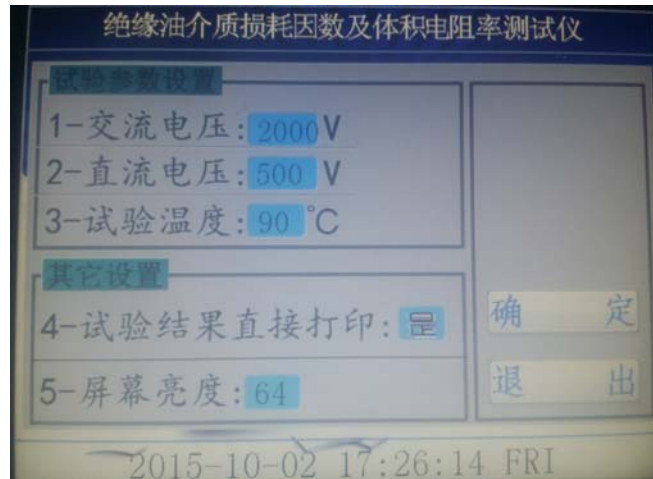
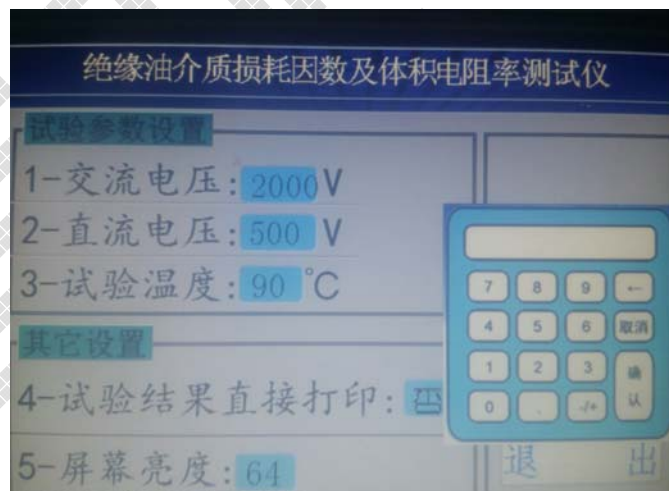

图 4
图 5
3、在图 3 界面下，按**试验条件**键，设备进入下一级菜单如图 4；
4、在图 4 界面中，可以分别对试验参数进行设置，图中是设备的默认参数，如需改动，只要点击需要改动的参数，就会自动弹出一个键盘，如图 5，在小键盘中直接输入需要的参数并点击小键盘上的确认键即可，选择打印的时候只要点击光标处就可以在是和否之间切换。设定好后点击确定即可回到图 3 主界面。